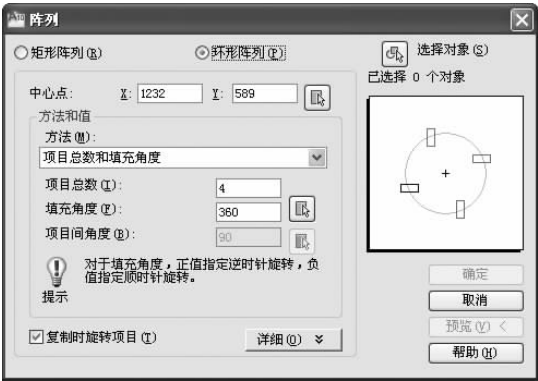

图 3-6 选择“环形阵列”单项后的“阵列”对话框
- “环形阵列”单选项:选择“环形阵列”单选项后,出现如图 3-6 所示的对话框。